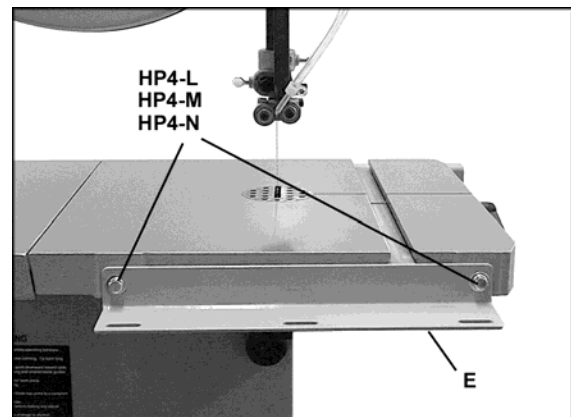

Рис. 26.
3. Затяните оба винта на передней направляющей (HP4-L, Рис. 26) с помощью 10 мм гаечного ключа.
4. Если упор не перпендикулярен столу, слегка ослабьте два винта на передней направляющей (см. Рис. 26) и поднимайте или опускайте один ее конец до тех пор, пока упор не будет перпендикулярен столу.